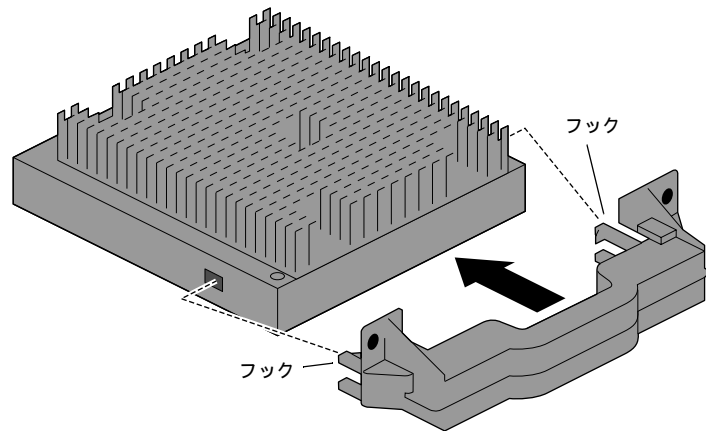

図 6-4 プロセッサハンドルの取り付け
11. プロセッサの側面の穴に、ハンドルのフック部分をはめ込みます (図 6-4)。